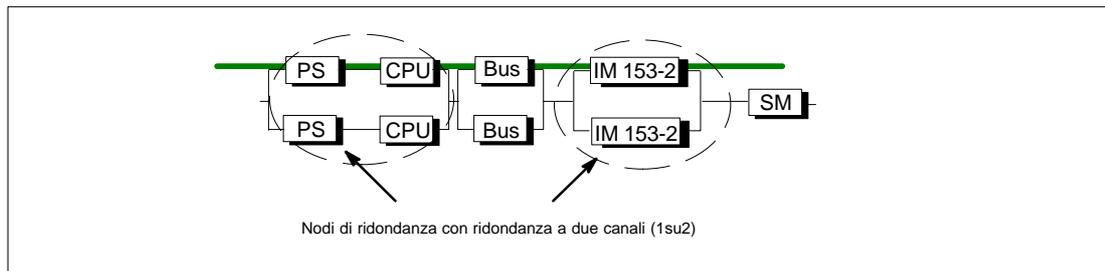

Figura 1-3 Esempio di ridondanza in una rete senza guasti
**Senza guasti** (figura 1-3).